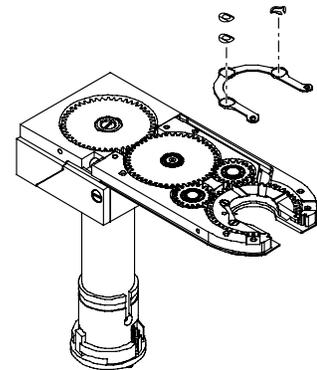

図48：ブラシおよびスプリングを取り外す
7. ブラシ、波型スプリング、湾曲したディスク・スプリングを取り外し（図48参照）、廃棄します。ご注文の際は、表3の予備品リストをご参照ください。交換部品につきましては、スウェージロック指定販売会社までお問い合わせください。